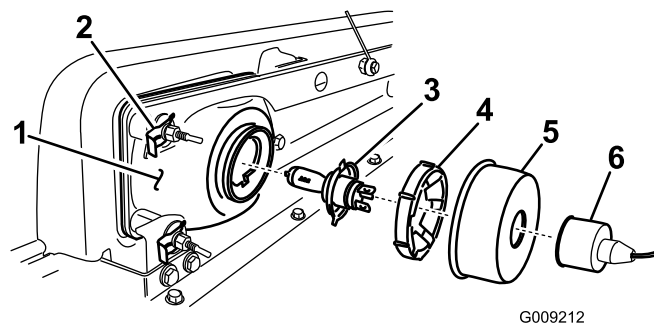

Figura 31
2. Retire a cobertura de borracha (Figura 31).
2. Retire o conjunto do farol movendo-o para a frente através da abertura no pára-choques dianteiro (Figura 31).
3. Instale o novo farol através da abertura no pára-choques (Figura 31). Assegure que os pólos de ajuste estão alinhados com os furos no suporte de montagem no pára-choques.